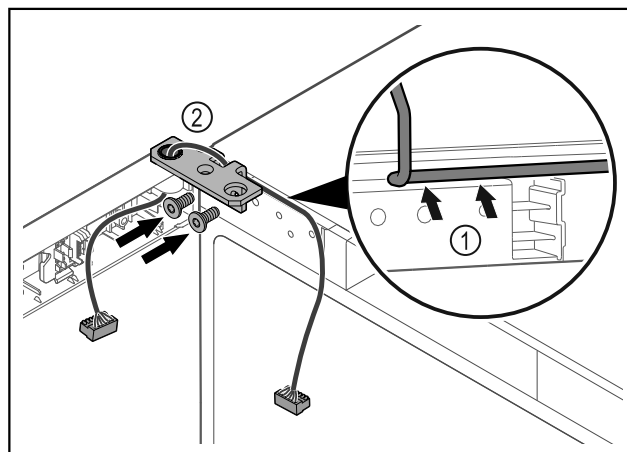

Fig. 63
- ▶ Før kabelen forsiktig gjennom åpningen i hengselvinkelen, og legg den omhyggelig på plass Fig. 63 (1).
- ▶ Skru på hengselvinkelen Fig. 63 (2).